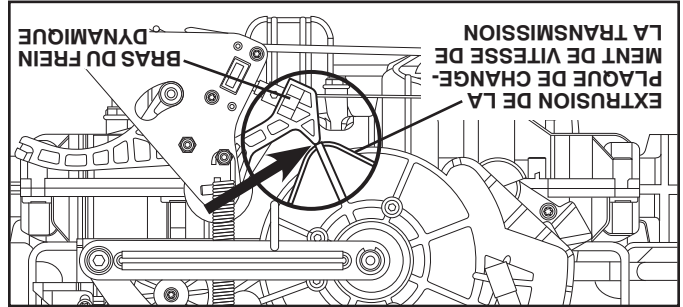

Fig. 34
- Déplacez la plaque de changement de vitesse sur la partie avant de la transmission pour que la ligne de centre de la zone extrudée soit alignée sur le bras de frein dynamique. (Voir la Fig. 34)